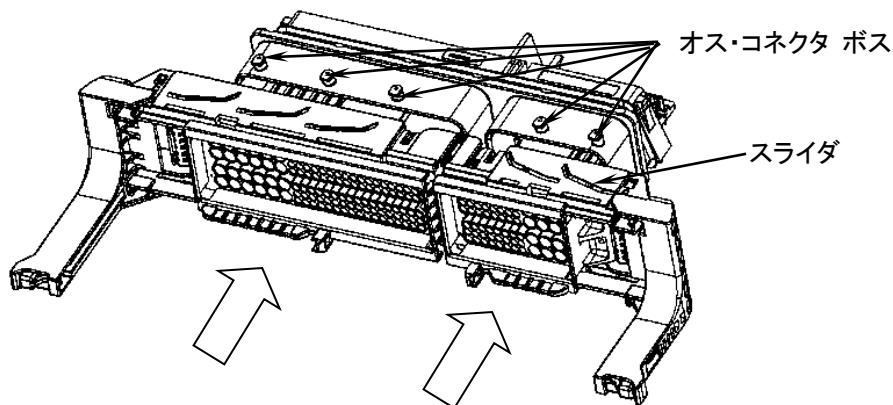

Fig.53
- (1) 端子のハウジングへの装着状態・電線の束ね位置・リテーナが本係止状態にあるかを確認して下さい。リテーナが仮係止状態にある場合には、6項を参照し、本係止状態にして下さい。
- (2) 次に、端子の変形・変色・傷・錆、ハウジングの変形・割れ・欠損・変色等の異常がないか確認して下さい。
- (3) 指定のプラグ・ハウジングをキャップ・ハウジングに Fig.53 の様な向きにまっすぐ挿入して下さい。
- (4) レバーを矢印の方向へ倒し、「パチン」と音がしてそれ以上押込むことが出来なければ嵌合は完了です。挿入出来ない場合には、無理に押込まず(1)、(2)の項目を再度確認して下さい。